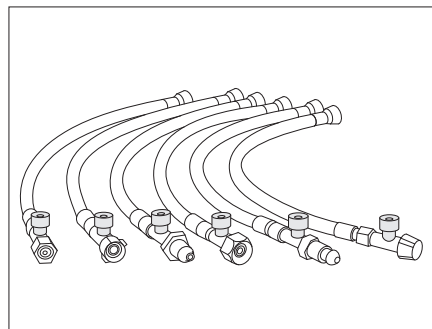

Fig. 93 Tuyaux flexibles haute pression avec sécurité de rupture de flexible (variantes spécifiques de pays)
- Appuyer fermement sur le bouton vert du tuyau flexible haute pression (Fig. 93).